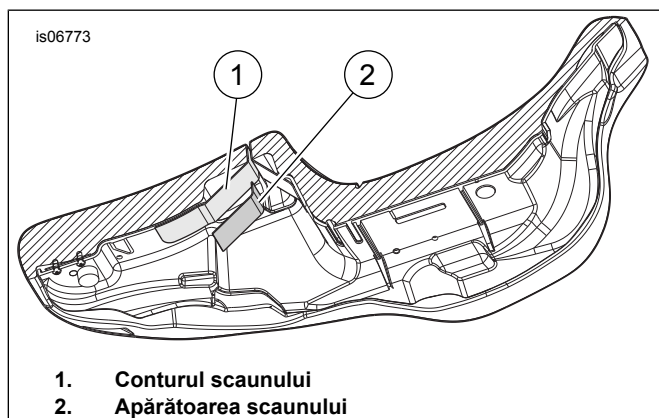

Figura 12. Partea inferioară a scaunului
13. Consultați Figura 12. Observați forma suprafeței pe care apărătoarea scaunului (2) o va acoperi și modelați ușor apărătoarea pentru a se potrivi mai bine contururilor scaunului (1).